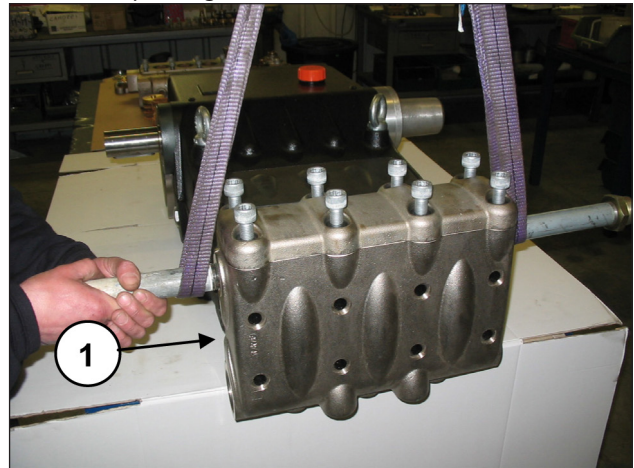
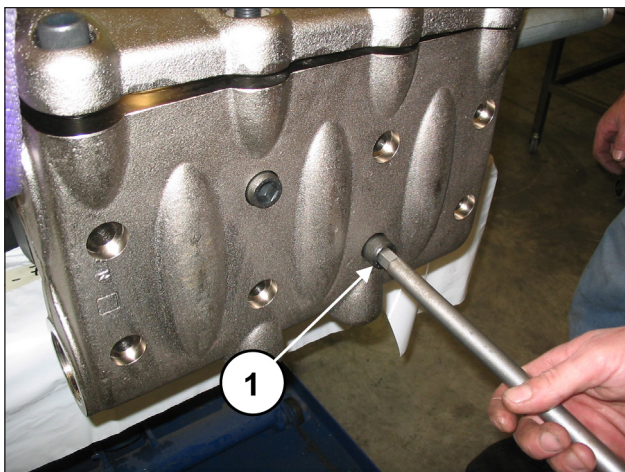

Fig. 134
Fig. 135
Monter la tête sur le carter de pompe (rep. ①, Fig. 134) en ayant soin de ne pas heurter les pistons puis visser les 8 vis M16x150 (rep. ①, Fig. 135).
Serrer les 8 vis M16x150 en partant des 4 vis internes et en les croisant (voir Fig. 135), puis passer aux 4 vis externes, toujours en croix.